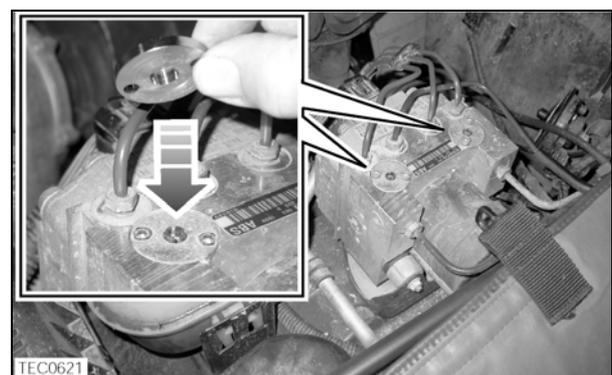

Fig. 4
4. Montare i nuovi coperchi di rinforzo sopra le piastre esistenti (con l'incavo verso il basso), accertandosi che l'incavo nel coperchio si innesti sul fermaglio in plastica (vedere la fig. 4).